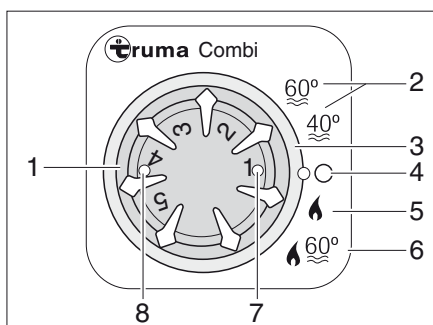

Bild 307 Kontrollenhet för värme/varmvattenberedare
- Respektive driftläge ställer man in med hjälp av vridströmställaren (Bild 307,3).
Värmesystemet väljer automatiskt rätt brännarsteg motsvarande inställd värmenivå. Vid driftstyp "värmesystem och varmvattenberedare" (Bild 307,6) värms även vattnet i varmvattenberedaren upp. Värmesystemet kan vara i drift med tom varmvattenberedare i driftstypen "värme utan varmvattenberedare" (Bild 307,5).
- Ställ temperaturvredet (Bild 307,1) på kontrollenheten till önskad värmenivå.
- Ställ vridomställaren (Bild 307,3) till vinterdrift "värme utan varmvattenberedare" (Bild 307,5) eller vinterdrift "Värme och varmvattenberedare" (Bild 307,6).
Den gröna kontrollampan (Bild 307,7) lyser.
- Ställ vridströmställaren (Bild 307,3) i läge "O" (Bild 307,4).